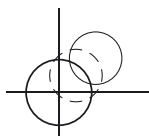

Abb. 7
- Eliminieren Sie die Hälfte des Fehlers mit den Fußschrauben an der Dosenlibelle (Abb.7).
- Eliminieren Sie die andere Hälfte des Fehlers mit den Justierschrauben (Abb.7).